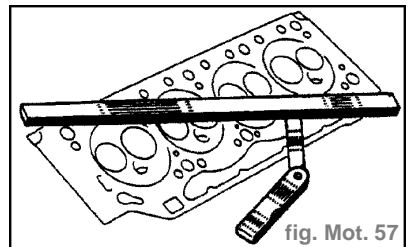

fig. Mot. 57
- Vérifier avec une règle et un jeu de cales s'il y a déformation du plan de joint (fig. Mot. 57).